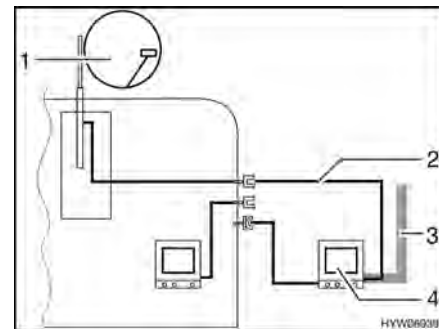

Fig. 109 TV dans l'auvent
- TV dans l'auvent (Fig. 109,4) : Raccord à l'antenne sur le toit (Fig. 109,1) avec câble d'alimentation (Fig. 109,2)
- TV dans l'auvent (Fig. 109,4) : Raccord à l'antenne extérieure (Fig. 109,3)